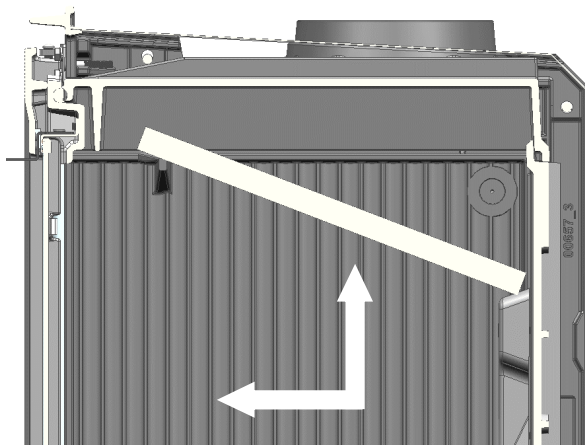

Fig. 1
1. Deslizar la placa deflector hacia delante y hacia arriba hasta sacar los pivotes de los laterales de los alojamientos del propio deflector (Fig.1)
- Mantenga alejado cualquier material combustible (muebles, cortinas, ropas, etc.), a una distancia mínima de seguridad de 0,90m. (Fig.1)